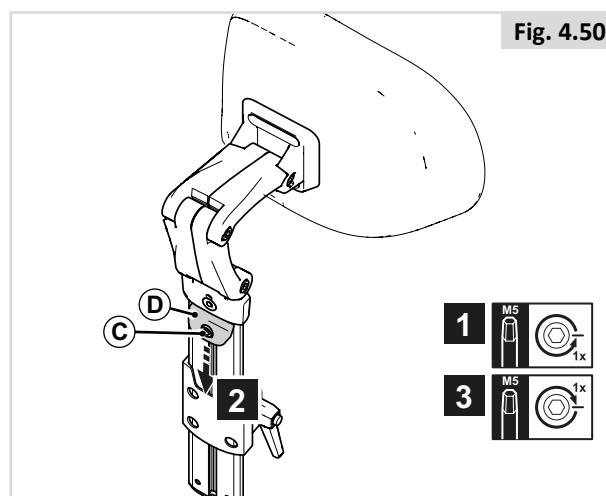

Fig. 4.50
**Configuración de memoria (Fig. 4.50)**
1. Afloje (C) una vuelta.
2. Deslice (D) lo más abajo posible.
3. Apriete (C).